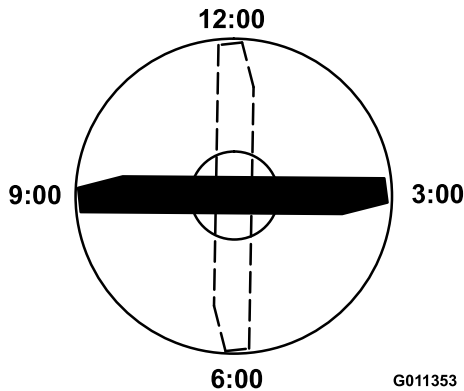

Рисунок 70
3. Установите режущую кромку отмеченного конца ножа в положение «12 часов» (строго прямо по направлению скашивания) и измерьте высоту от стола до режущей кромки ножа (Рисунок 70).
4. Поверните отмеченный конец ножа в положения «3 часа» и «9 часов» и измерьте значения высоты (Рисунок 70).